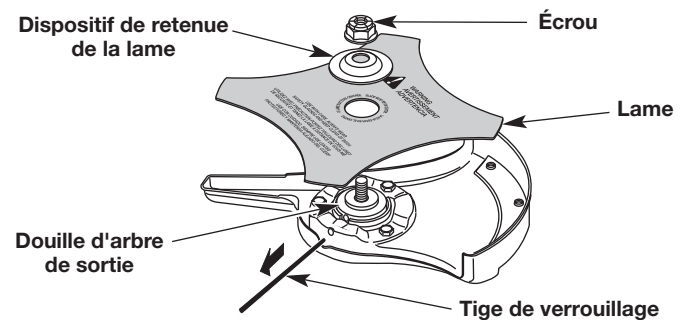
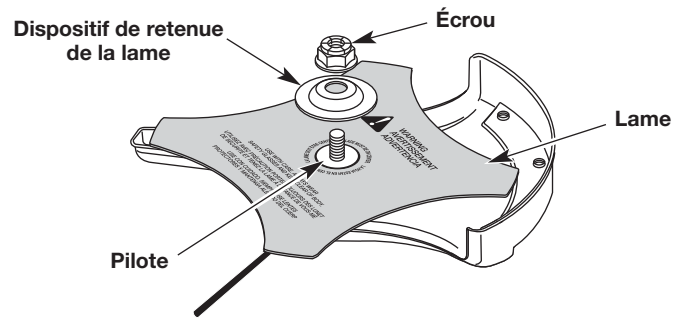

Fig. 23
Fig. 24
3. Enlevez la tige de verrouillage (Fig. 23).
4. Enlevez l'écrou, le dispositif de retenue de la lame et la lame (Fig. 23).
1. Mettez la lame sur la douille de l'arbre de sortie (Fig. 23). Assurez-vous que la lame est centrée sur le pilote (Fig. 24). La lame doit reposer à plat contre la douille de l'arbre de sortie.
3. Tout en maintenant la tige de verrouillage en place, mettez le dispositif de retenue de la lame et l'écrou sur l'arbre de sortie (Fig. 24).